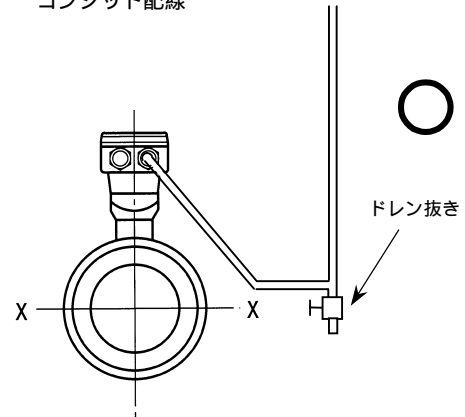

図 2.1a
- 4) コンジット配線を行う場合には、図2.1aに示すように配線接続口から下向きの傾斜を設けて、配線接続口にコンジットを通して水が流れ込まないようにしてください。